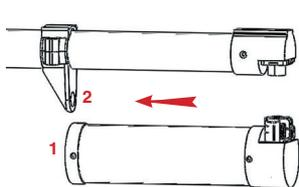
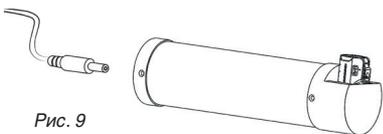

Рис.6
Рис. 9
2.2.4.1 Установить АКБ (рис. 6) зарядным разъемом (1) в отверстие кольца крепления АКБ (2). Совместить разъемы, находящиеся в торце АКБ и монопода, соединить и защелкнуть их.
4.1 Отсоедините АКБ от изделия (рис. 9). Для снятия АКБ необходимо нажать кнопку 3 (рис.6) в торце АКБ и снять батарею.